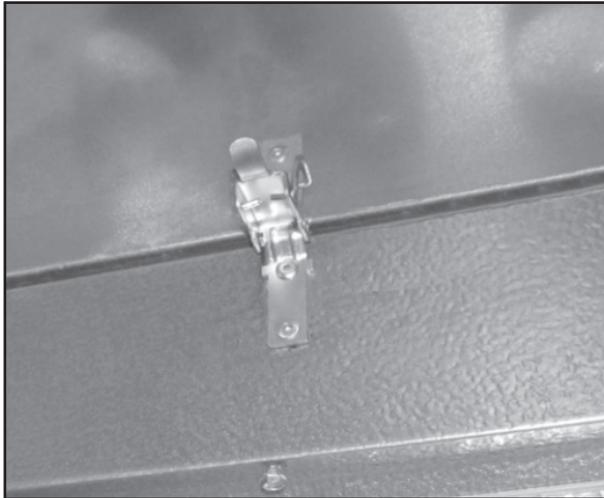

Figura 4
4. Asegure los cerrojos interiores (Figura 4 and 5)